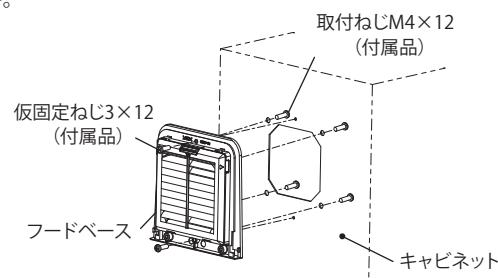

図 3
4. 付属の取付ねじ M4×12 を使用してキャビネットに確実に固定してください。仮固定ねじ 3×12 を増し締めてください。(図 3)